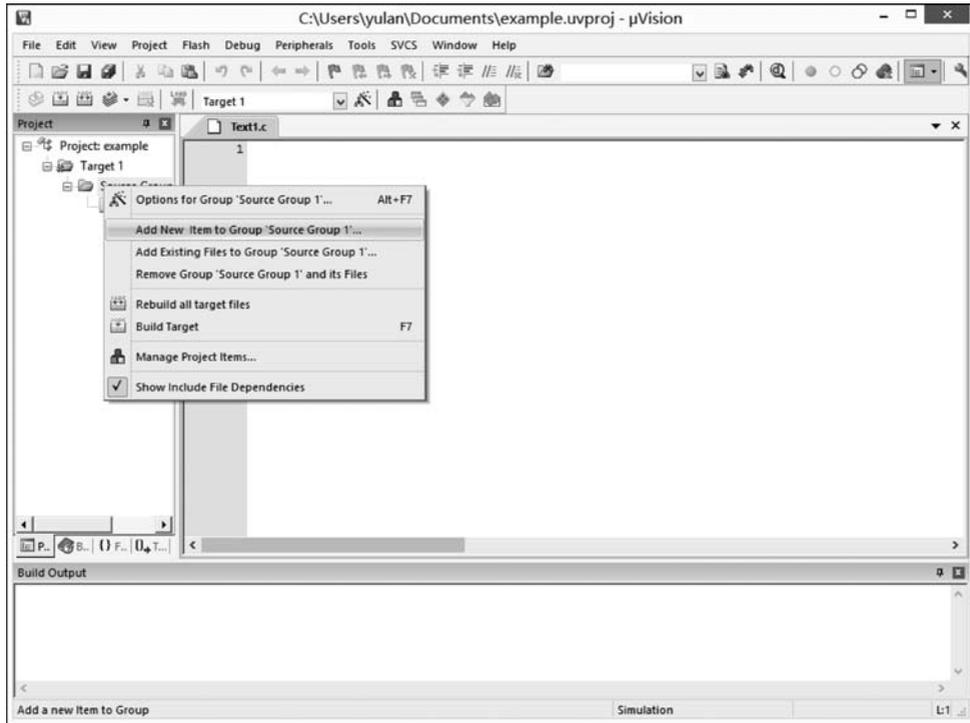

图 5-7 选择 Add New Item to Group 'Source Group 1'命令
(2) 程序文件建立好后,在项目管理器窗口中,展开 Target 1 项,可以看到 Source Group 1 子项。
(3) 右击 SourceGroup 1,在菜单中选择 Add New Item to Group 'Source Group 1'命令,如图 5-7 所示。